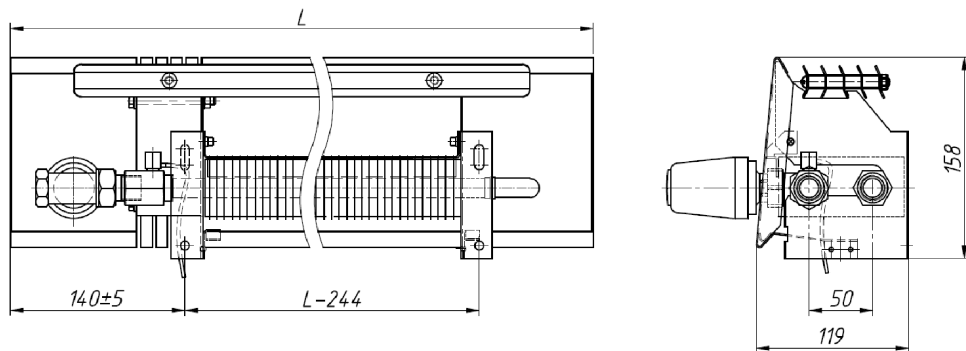

Рис. 2. Конвектор настенный концевой с боковым подключением и термостатическим клапаном для двухтрубных систем отопления ПКН 104...125 P (A.R) T2.
- 4.4. Размеры и технические характеристики изделий представлены на Рис.2, 3 и в таблице 1.